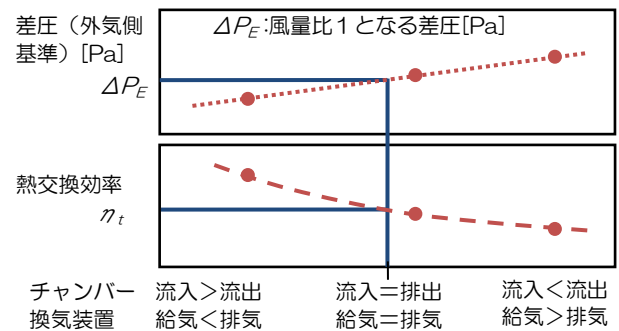
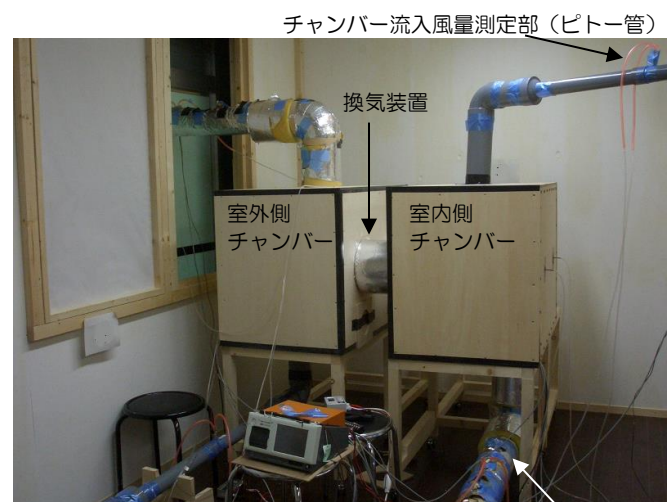

図2 熱交換効率の算定理論
図3 熱交換効率の試験装置
試験方法を検討した結果、室内側および室外側の2つの気密チャンバーの間に当該熱交換換気装置1対(2台)を設置し、温湿度を制御した空気をチャンバーに供給する試験装置を考案しました(図3)。また、室内側チャンバーの流入と排出の質量流量が同程度のときに、換気装置の給気と排気が同程度と判断できることから、そのときの温度交換効率を算定する試験方法を構築しました(図2)。
2) 試験方法の検討	試験方法の理論構築(図2) 試験装置の検討、試作、効率測定 試験装置の改良の検討
3) 熱交換効率の測定	改良試験装置の試作(図3) 効率測定